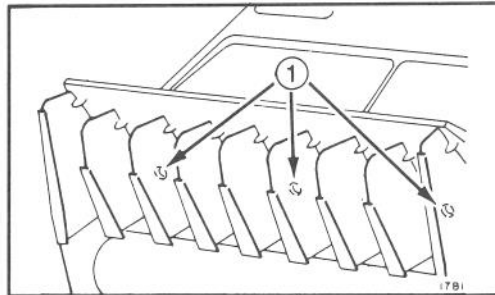

Abb. 11
### AUSWECHSELN DER ZÜNDKERZE (Abb. 11, 12 & 13)
1. VERKLEIDUNG ENTFERNEN — Die drei Schrauben auf dem vorderen Gehäuse (Abb. 11) und die zwei Schneidschrauben, mit denen die obere Verkleidung seitlich befestigt ist, entfernen (Abb. 2). Tankdeckel abnehmen und Verkleidung abheben. Tankdeckel wieder aufmontieren.